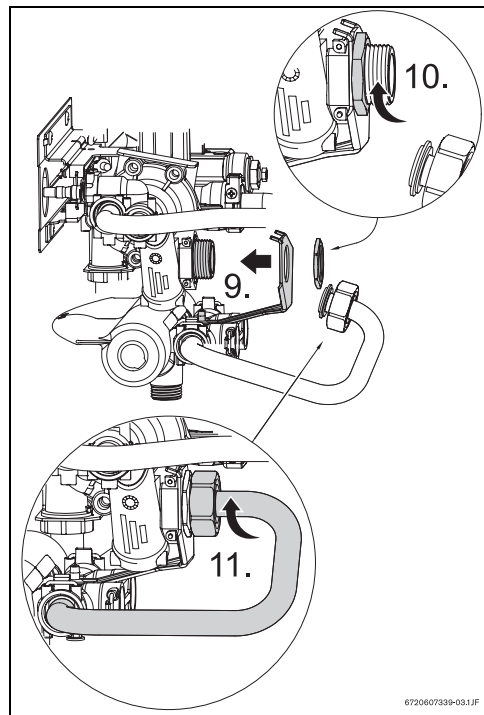

Bild 3
- ▶ Zubehörteil am Gerät aufsetzen (→Bild 3, pos. 9).
- ▶ Überwurfmutter festziehen (→Bild 3, pos. 10).
- ▶ Kaltwasserverbindung zwischen Mischer und Gerät herstellen (→Bild 3, pos. 11).